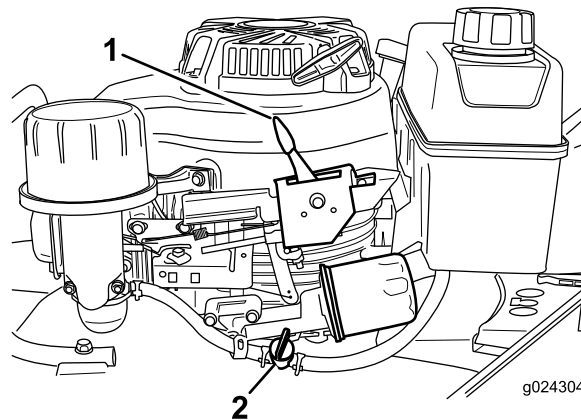

Figura 16
2. Deschidei valva de combustibil deplasând maneta acesteia spre **dreapta** (Figura 16).
Notă: Închideți valva de combustibil prin deplasarea manetei valvei de combustibil (Figura 16) spre **stânga** dacă nu veți porni motorul curând după aceea.